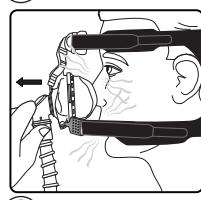

Figura 6
6. Vuelva a colocar la mascarilla retirándola y volviendo a colocarla suavemente sobre la cara (Figura 6).